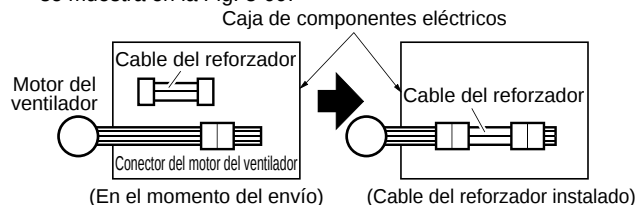

Fig. 3-99
- (1) Retire los 4 tornillos de la caja de componentes eléctricos y quite la placa de cubierta.
- (2) Desconecte los conectores del motor del ventilador de la caja.
- (3) Extraiga los 2 cables del reforzador de la caja de cartón opcional (conectores en ambos extremos).
- (4) Realice correctamente la conexión de los 2 conectores del cable del reforzador entre los conectores del motor del ventilador que se desconectaron en el paso 2, del modo en que se muestra en la Fig. 3-99.